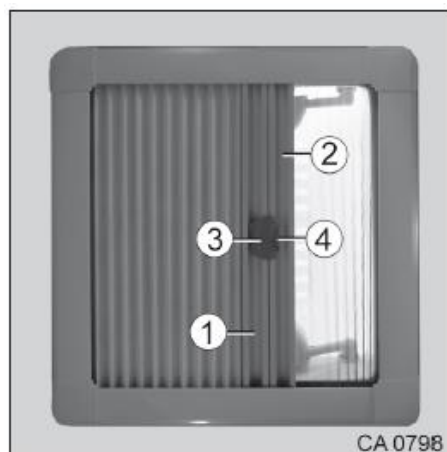

Fig. 67 Stores sur le lanterneau
1. Déplacer le store occultant (Fig. 67/1) ou le store moustiquaire (Fig. 67/2) en les tenant aux poignées.
2. Accoupler les deux stores avec la poignée (Fig. 67/3).
3. Pour les désaccoupler, appuyer sur le bouton (Fig. 67/4) et faire basculer la poignée (Fig. 67/3).
4. Détacher la moustiquaire (Fig. 67/2) du store occultant (Fig. 67/1).